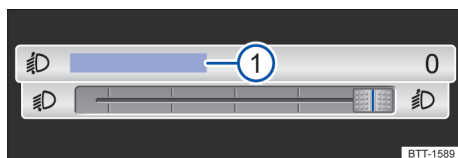

Fig. 107 No sistema Infotainment: regulador correção para regulagem do alcance do farol.
Dependendo da versão, o alcance da lanterna pode ser ajustado com o regulador → **Fig. 106** ou com o regulador correção no sistema Infotainment → **Fig. 107**.
- Tocar na superfície de função **Regulagem de alcance do farol** → **Fig. 107** ①.